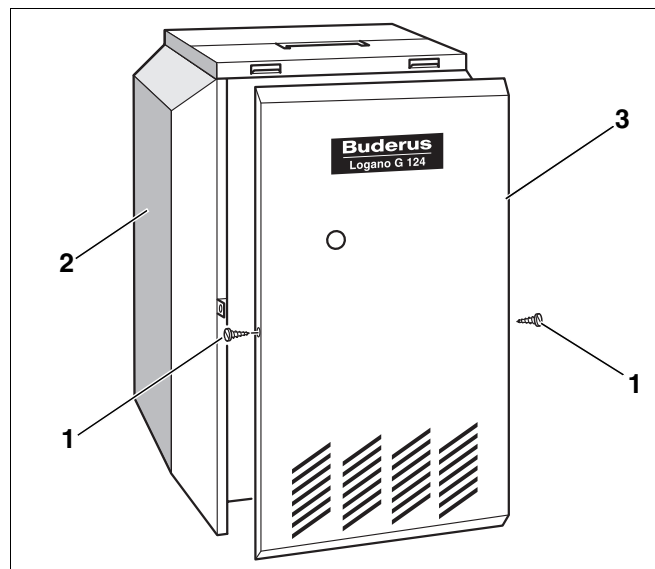

Fig. 12 Înlăturați peretele frontal al cazanului
- Înlăturați șurubul de siguranță (Fig. 12, **Poz. 1**) al peretelui despărțitor (Fig. 12, **Poz. 3**)
- Îndepărtați (Fig. 12, **Poz. 3**) peretele frontal al cazanului. Pentru aceasta ridicați ușor peretele frontal al cazanului și împingeți-l în față.